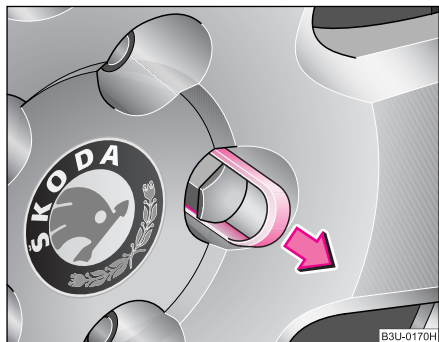

Fig. 179 Înlocuirea roții: Scoaterea capacului
- Trageți capacul cu **brida din material plastic** ♥ fig. 179.